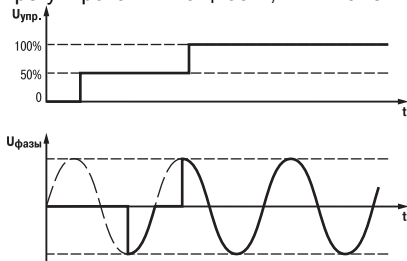

Рисунок 3.6
3.2.1 Метод фазового управления, при котором величина управляющего сигнала определяет фазу открытия тиристора или симистора (рисунок 3.6). При этом методе осуществляется плавное регулирование мощности в нагрузке. Число градаций регулирования 256 на один полупериод.